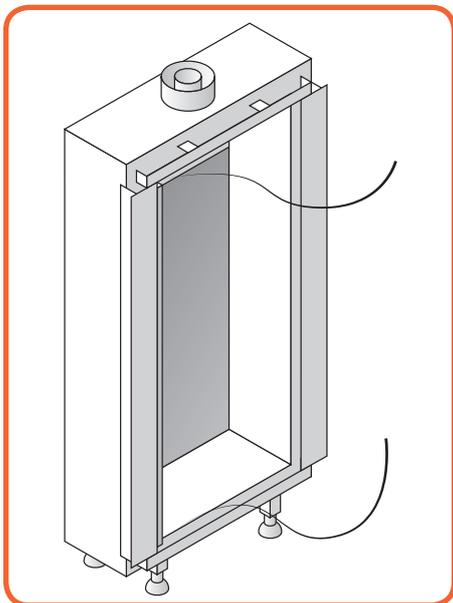

Figura 10.7 - Rimozione dei cordini
- Rimuovere i cordini che tengono fissato il vetro. (vedi *Figura 10.7*).